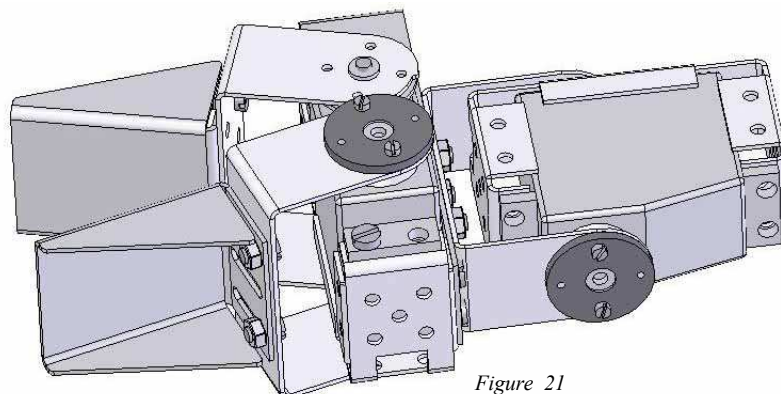

Figure 21
**Étape 15 :** finir l'assemblage en plaçant la brique sur la fourche (11), Placer les deux vis palonniers (6) sur les axe des servomoteurs (1). votre pince est maintenant assemblée. Voir la figure 21.